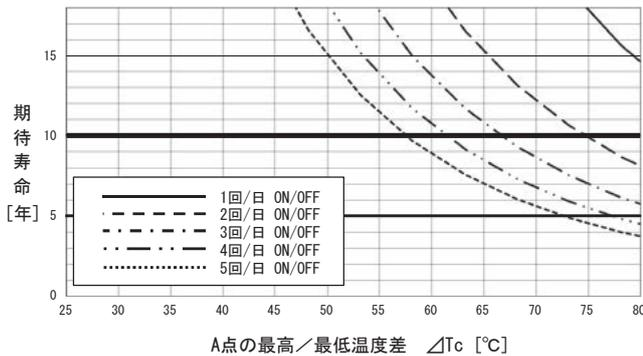
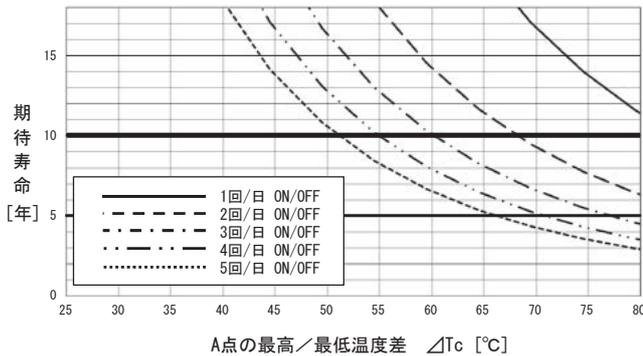
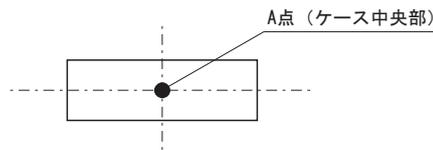

図8.1 熱疲労による期待寿命グラフ (MG1R5)
図8.2 熱疲労による期待寿命グラフ (MG3)
図8.3 温度測定箇所 (ケース上面)
■図8.1, 図8.2に当社加速試験結果を基に算出した1日のON/OFF回数とケース温度差(図8.3ポイントA点 $\Delta T_c$ )に対する製品の期待寿命を示します。連続通電の場合であっても負荷率の変動などでケース温度に変動が発生する場合は、上記考え方を適用してください。
■無償補償期間10年ですが、図8.1, 図8.2に示す期待寿命が10年未満の場合、この寿命を無償補償期間とします。